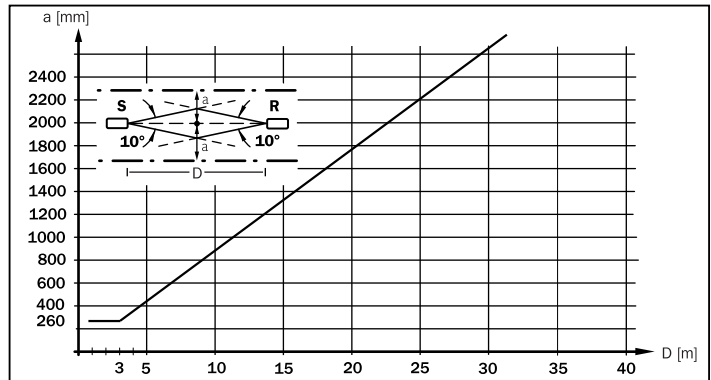

Abb. 2-4: Mindestabstand  $a$  in Abhängigkeit vom Abstand  $D$  für testbare Einstrahl-Sicherheits-Lichtschranken
- Reflektierende Flächen, die innerhalb der Sende- und Empfangskeule vorhanden sind, dort abgestellt oder angebracht werden, können zum Umspiegeln und dadurch zum Nichterkennen eines Objektes bzw. einer Person führen. Deshalb müssen alle reflektierenden Flächen und Gegenstände (z. B. Materialbehälter) einen Mindestabstand  $a$  rotationssymmetrisch um die optische Achse zwischen Sender und Empfänger einhalten (vergleiche *Abb. 2-3* und *Abb. 2-4*).